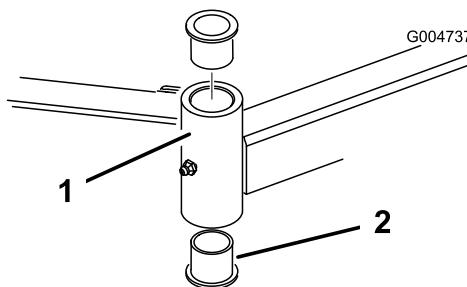

Bild 22
4. Stecken Sie einen Dorn oben oder unten in das Befestigungsrohr und treiben die Büchsen heraus (Bild 22). Treiben Sie dann die andere Büchse aus dem Rohr heraus. Reinigen Sie die Innenseite der Rohre.